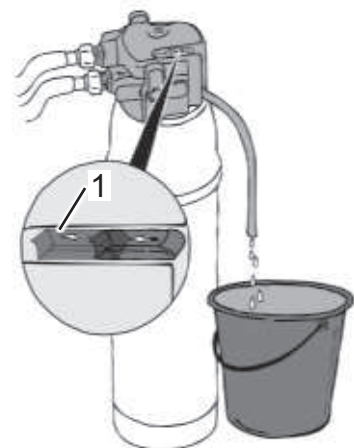

Abb. 33
17. Spülen Sie die Filterkartusche so lange, bis ca. 8 Liter Wasser entnommen wurden und der Wasserstrahl frei von Luftblasen ist. Schieben Sie dann den Entlüftungsschieber (Abb. 33/1) wieder zurück in die Ausgangsposition.